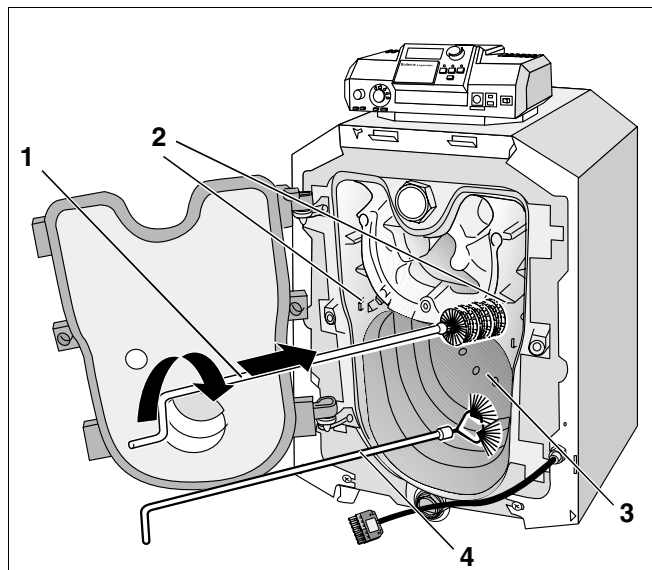

Fig. 39 Rengjøring av røykgasskanalene
- Bruk rengjøringsbørstene (fig. 39, **pos. 1** og **pos. 4**).
- Rengjør røykgasskanalene ved å skyve børsten (fig. 39, **pos. 1**) inn i røykgasskanalene (fig. 39, **pos. 2**) med en dreiebevegelse.
- Rengjør brennkammeret (fig. 39, **pos. 3**) med børsten (fig. 39, **pos. 4**).
- Fjern løsnede forbrenningsrester fra brennkammeret (fig. 39, **pos. 1**), røykgasskanalene (fig. 39, **pos. 2**) og røykgasstussen.
- Rengjør røykgass-styreplatene med en av de to rengjøringsbørstene (fig. 39, **pos. 1** og **pos. 4**).